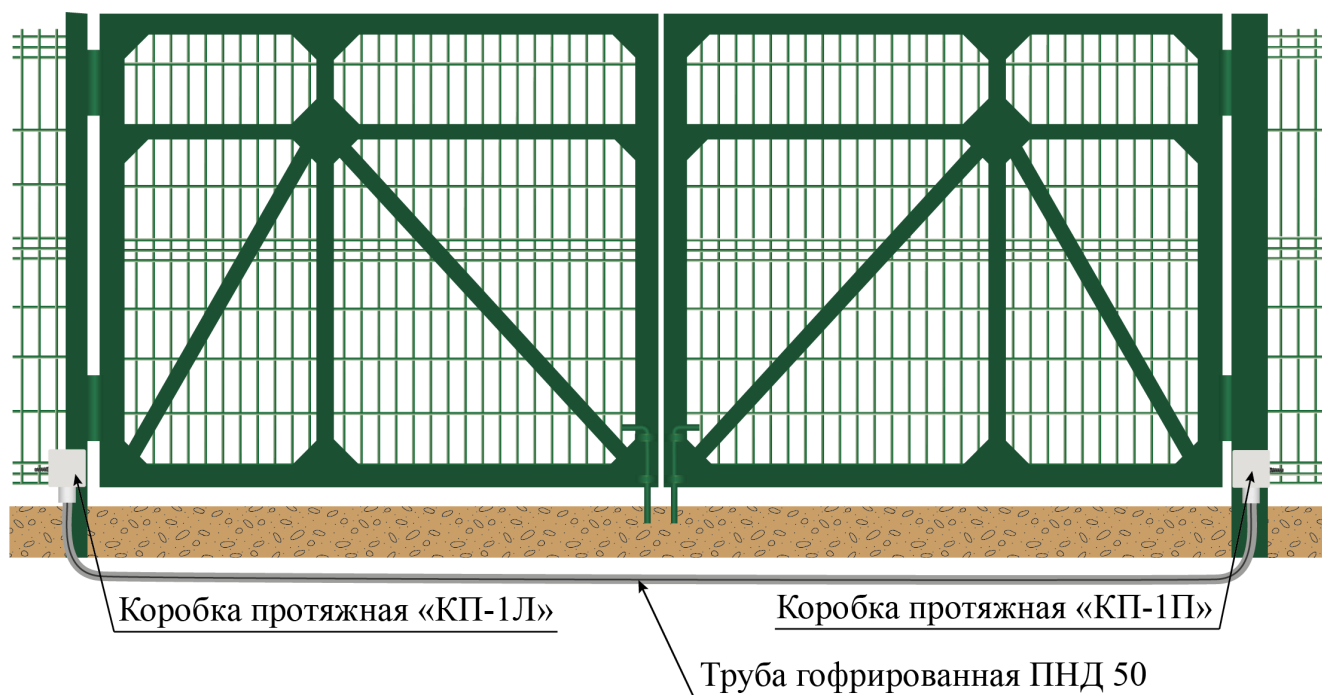

Рисунок 3.2
3.3 Установить коробки протяжные на опорах ворот или на отдельно стоящих опорах (рисунок 3.2)